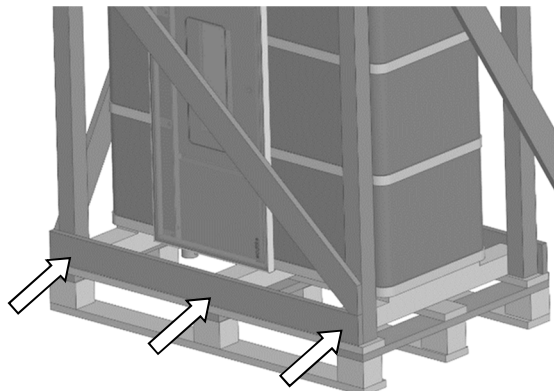

Fig. 3 : position des vis côté latéral
2. Dévisser les vis cruciformes du côté latéral (Fig. 3).